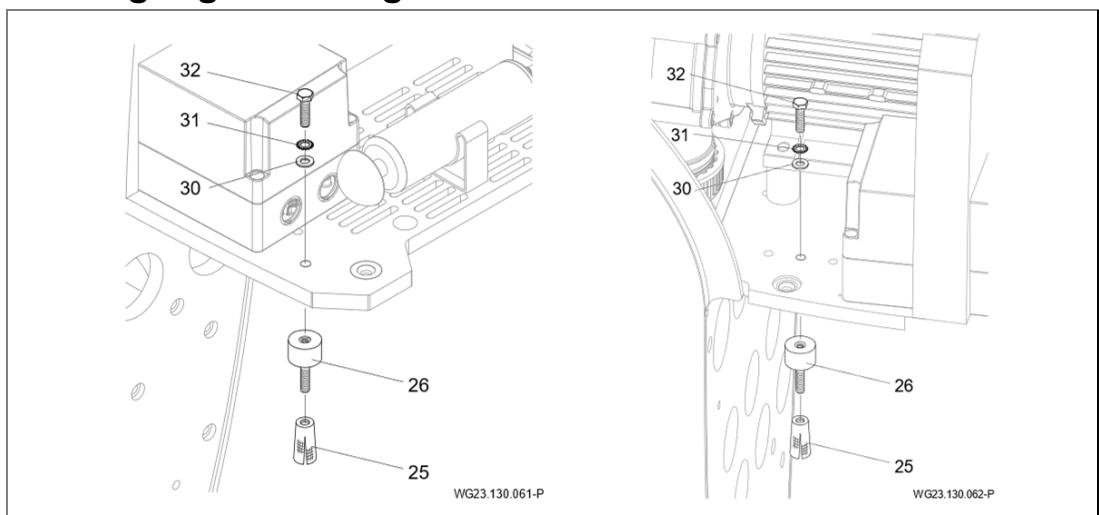

Abb. 6
- Messingspreizdübel (25) einsetzen und Schwingmetallpuffer (26) aufschrauben. "Abb. 6" auf Seite 21 und .
- Anlage auf die Schwingmetallpuffer aufsetzen und durch Sechskantschrauben (32) mit Zahnscheiben (31) und Beilagscheiben (30) befestigen. "Abb. 6" auf Seite 21 und .